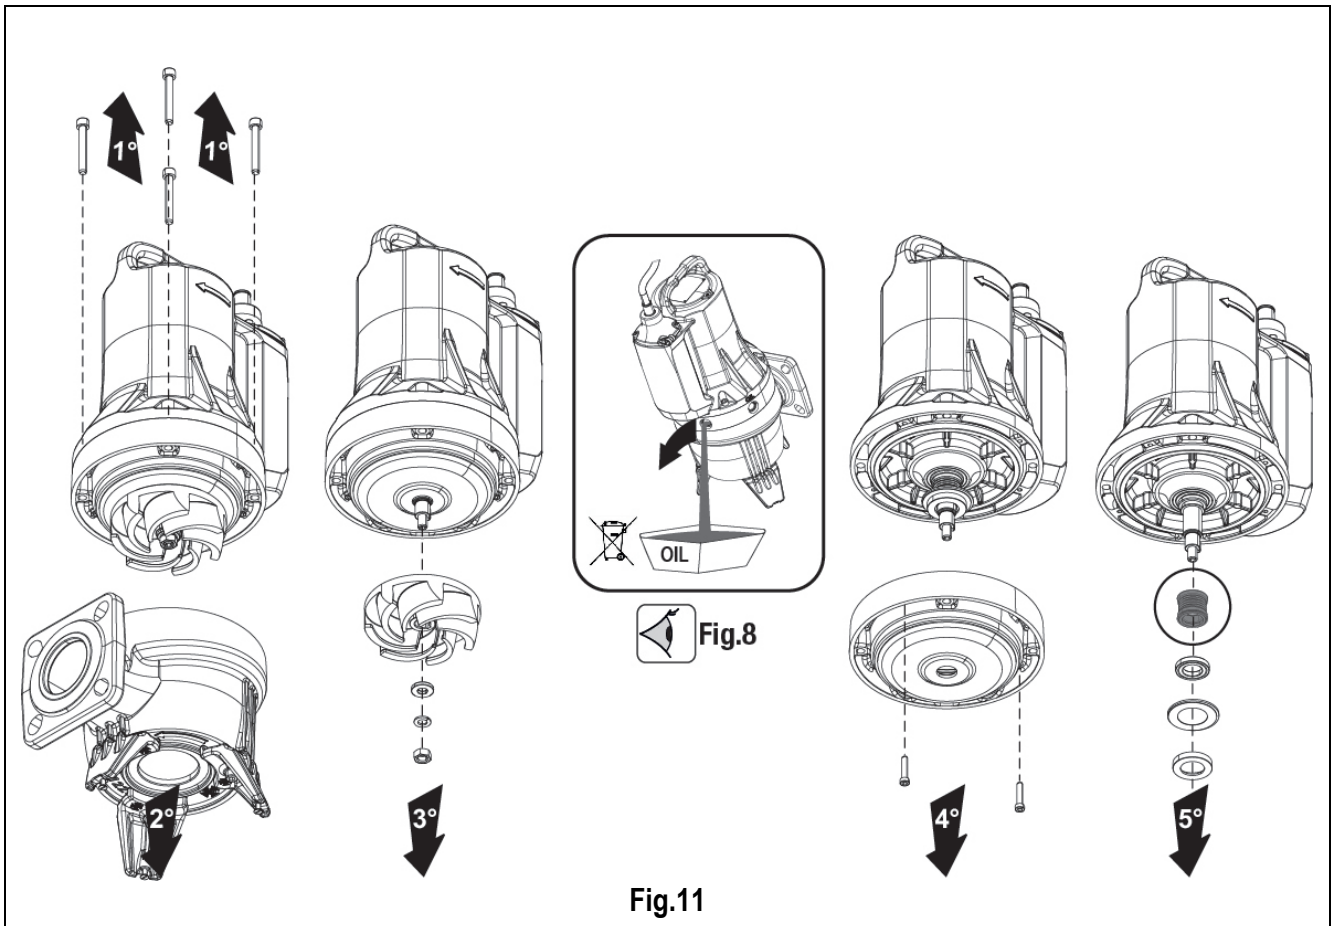

Fig.11
- **Заміна ущільнень (Рис.11)**